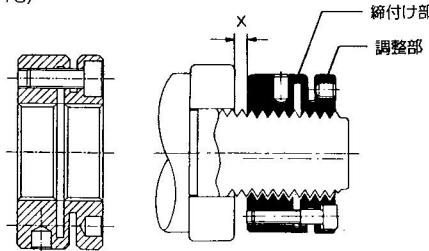

図12
2. クランプねじはあらかじめ弛めておきます。そのあとクランプナットを端面に当たる手前(1~2mm残)までねじ込みます。(図12)